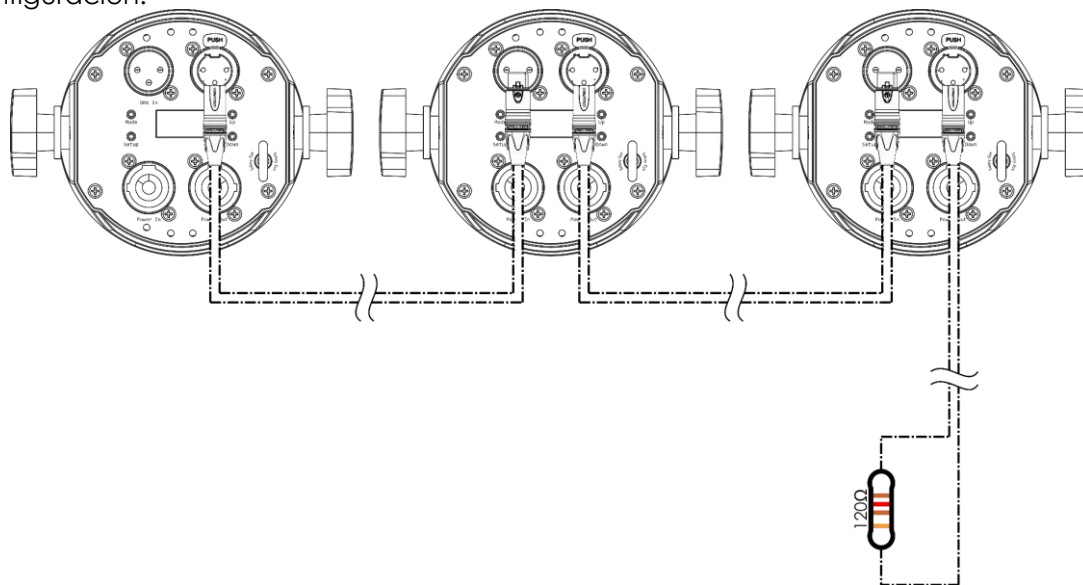

Fig. 09
- 02) Repita el paso 1 para conectar todos los dispositivos como se muestra en la Fig. 09. El primer dispositivo conectado se reconocerá automáticamente como dispositivo maestro.